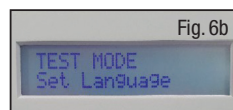

Fig. 6b
- Pulse el botón de flecha hacia ARRIBA una vez y la unidad mostrará "MODE TEST Ajustar idioma" (Fig. 6b).